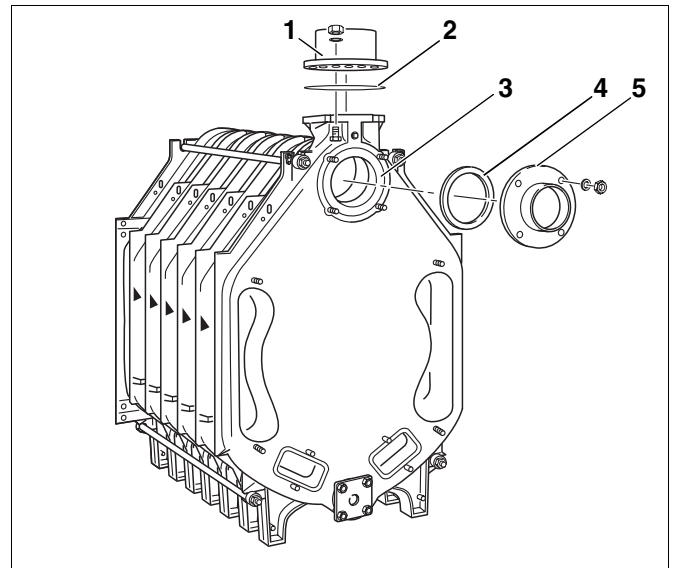

Fig. 28 Montarea flanșei de racord
Pe alezajul superior al cazanului (fig. 28, **poz. 3** – racordul de retur) pentru racordarea ulterioară a returului se va monta flanșa presudată (cu conducta sudată).
Sunt reprezentate flanșa presudată și garnitura de etanșare (fig. 28, **poz. 4 și 5**).
- Flanșa de tur (fig. 28, **poz. 1**) cu garnitura de etanșare (fig. 28, **poz. 2**) sunt necesare pentru racordarea ulterioară a turului.